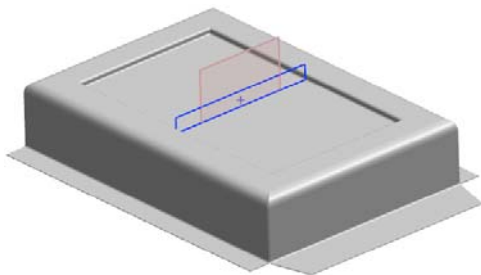

图 4-77 创建实体冲压特征
(5) 在“实体冲压”对话框中单击  按钮，创建钣金实体冲压特征，如图 4-77 所示。